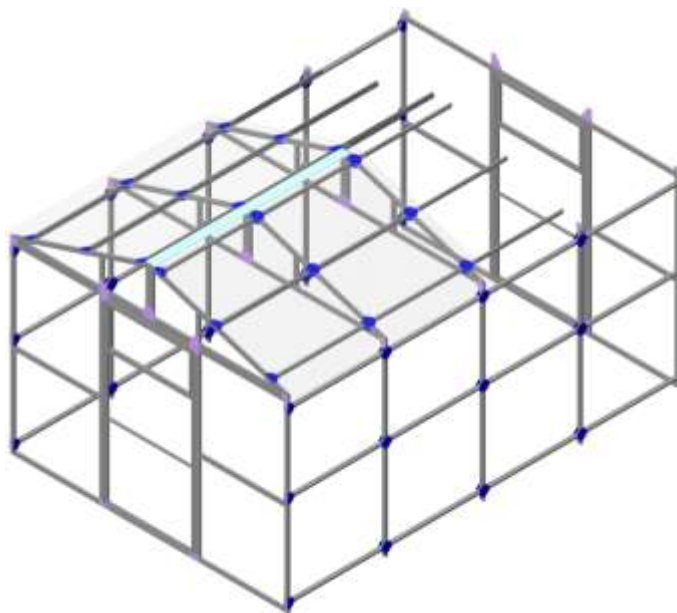

РИС. 13
4.2.6. Установите одну половину крыши, прикрепив ее к каркасу при помощи ранее установленных пластин, винтами М6×30, шайбами М6, гайками М6 (РИС. 13).